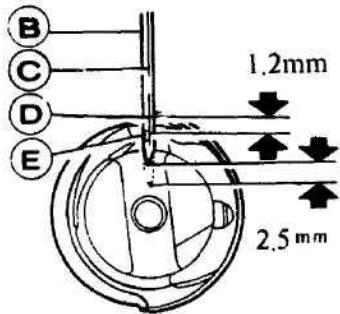

Рис. 29
6.1.2 Регулировка синхронизации челнока и иглы (рис. 29)